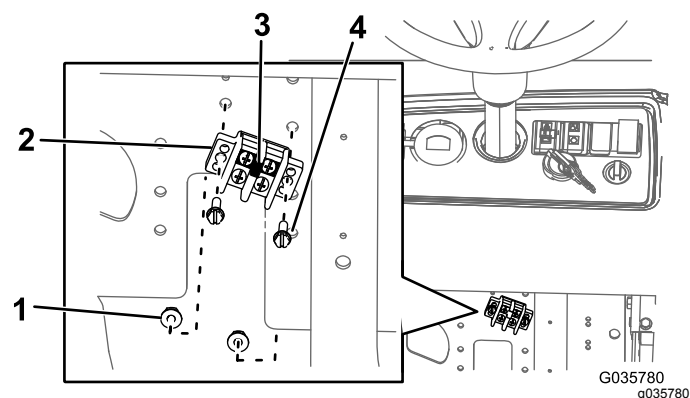

Bild 14
- A. Befestigen Sie den Überbrückungsstreifen am Erdungsblock (Bild 14).
- B. Befestigen Sie den Erdungsblock mit zwei Schrauben (Nr. 10 x 3/4") und zwei Muttern (Nr. 10) an der Befestigungsplatte, wie in Bild 14 abgebildet.